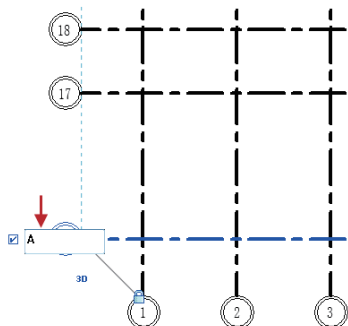

图2-27 输入字母
- 10 滚动鼠标中键，放大视图。选择轴线，光标置于标头上，单击鼠标左键，进入在位编辑模式。输入大写字母，如图2-27所示。